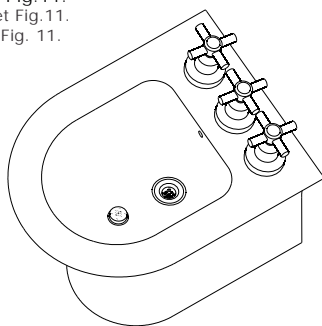

Fig. 11
- 7** Bidê montado Fig. 11.
Assembled Bidet Fig. 11.
Bidet instalado Fig. 11.